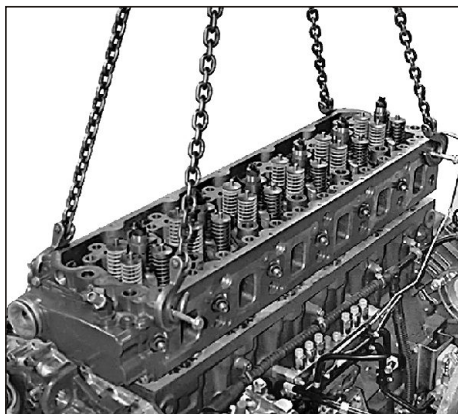

Рис. 23. Снятие головки цилиндров.
14. Снять головку блока цилиндров (см. Рис. 23).